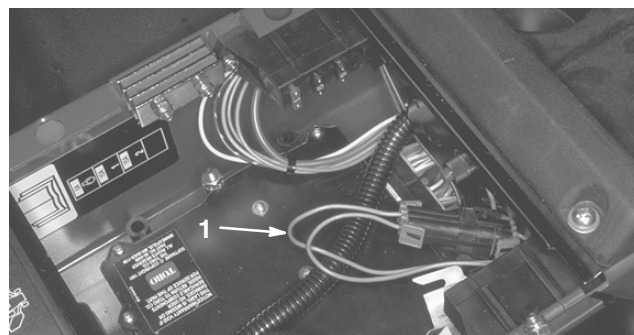

Figure 28
2. Ouvrez le couvercle du panneau de commande. Localisez le faisceau de câblage et les connecteurs près du module de commande. Débranchez le connecteur de boucle du faisceau de câblage avec précaution (Fig. 28).
3. Branchez le connecteur de l'affichage de diagnostic ACE (Fig. 28) au connecteur du faisceau de câblage. Vérifiez que le masque correct est apposé sur l'affichage de diagnostic ACE.